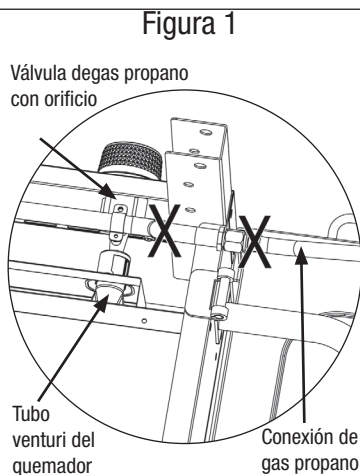

Figura 2
- Asegúrese de que las perillas de control están en la Posición “ APAGADO”. Vea la Figura 2.
3. Todas las perillas tienen que estar en la posición “ APAGADO”. Vea la Figura 2.
2. Gire la perilla de control en el sentido de las manecillas del reloj a la posición “ APAGADO” (vea Figura 2).